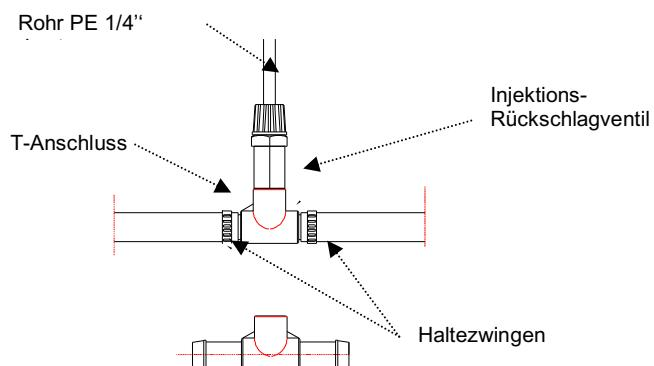

Abbildung 5
- Installieren Sie das Rückschlagventil zwischen dem Elektroventil des Spülgangs und dem Boiler und verwenden Sie hierfür die entsprechende Vorrichtung am Boiler oder das T-Anschlussstück, das extra bestellt werden muss (Abbildung 5).